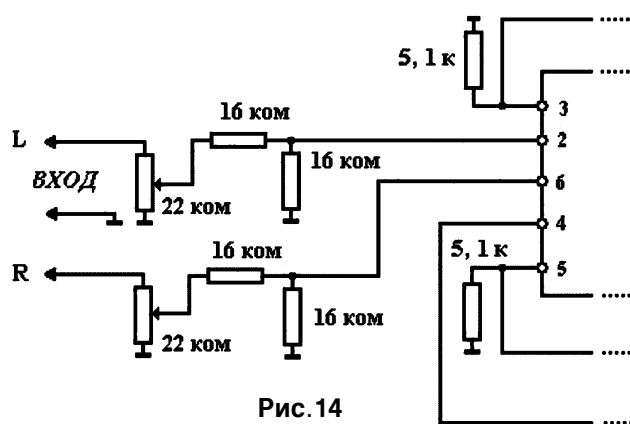

Рис. 14
**Согласование по входу.** Непосредственное подключение входов К157УД2 к линейному выходу часто нецелесообразно. Если поставить на входе К157УД2 спаренный потенциометр на 22...47 кОм в качестве регулятора громкости, то это отчасти улучшит согласование. Для лучшего согласования с линейным выходом можно применить вариант, показанный на рис.14.